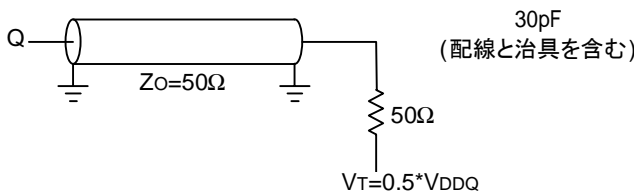

図.1 出力負荷
(1) 測定条件
- 出力負荷 図.1
注 25. テスト条件は、特に指定しない場合は図 1 に示す出力負荷を使用します。